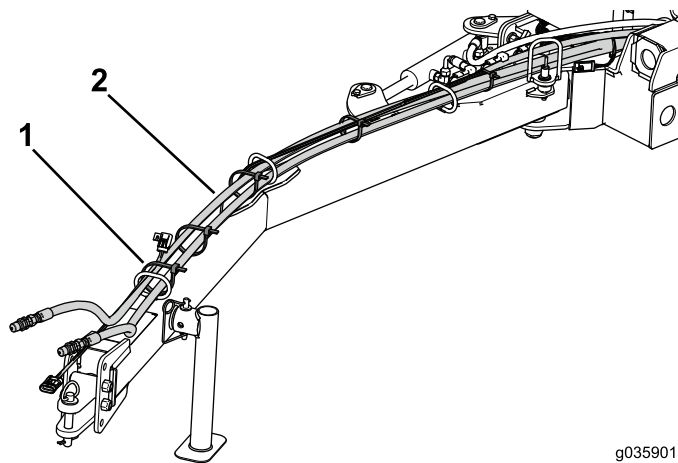

Figure 25
8. Utilisez des serre-câbles pour attacher le faisceau de câblage aux flexibles hydrauliques (Figure 25).